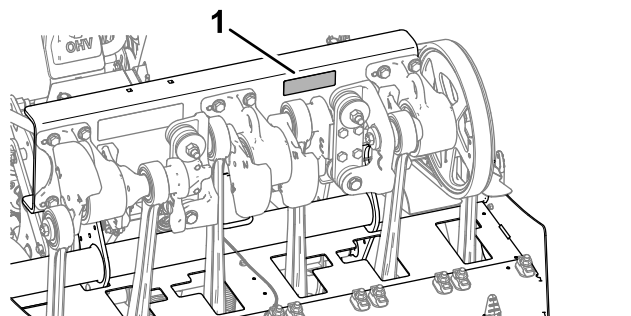

图 171
- 检查打孔头紧固件、分药手柄紧固件和车轮螺母确保它们保持适当的扭矩。紧固件扭矩规定载于打孔头支撑槽的螺栓扭矩标贴上图 171。